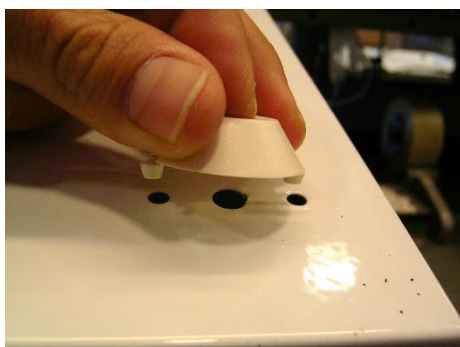

Fig.2
3. Preparare l'apparecchio per la posa in opera montando i supporti a plafone in dotazione (fig.2).
3. Prepare the apparatus for the installation mounting the ceiling support (fig. 2).